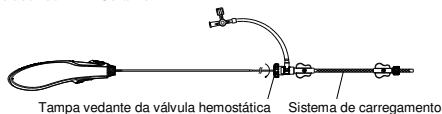

Figura 6. Ilustração do aperto no sentido dos ponteiros do relógio da tampa vedante da válvula hemostática
- Gire a tampa vedante da válvula hemostática numa extensão adequada (ver Figura 6) e, em seguida, empurre e puxe repetidamente para garantir que a tensão existente é adequada.